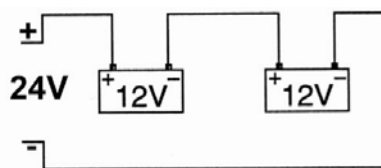

Fig.5
4.5.1 Încărcarea simultană a bateriilor se face în serie întrucât acest lucru permite monitorizarea circulației curentului electric la nivelul fiecărei baterii. A se vedea Fig. 5.